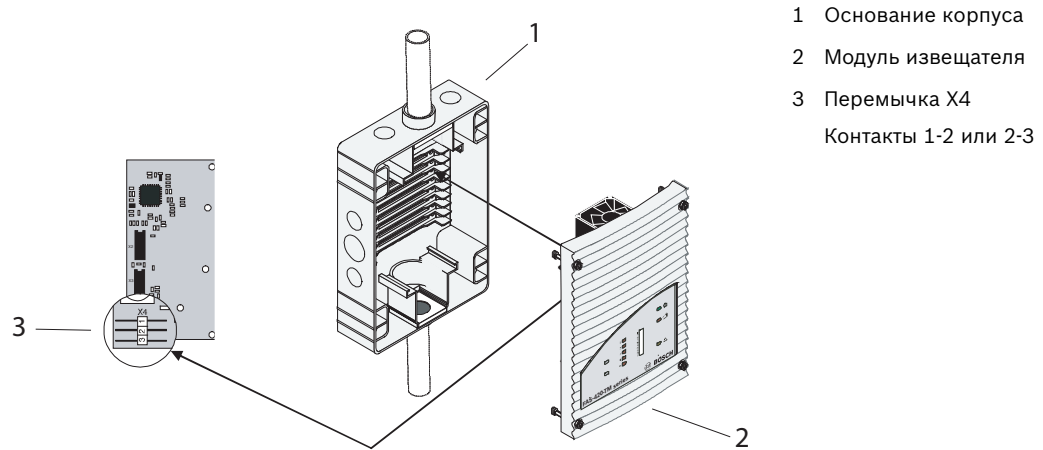

Рисунок 6.1 Установка модуля извещателя в основание корпуса
2. Повторно установите перемычку X4 при установке модуля извещателя (Контакты 1-2 или 2-3, или наоборот). Повторная установка приведет к тому, что воздушный поток будет откалиброван автоматически (см. *Рисунок 6.1*).